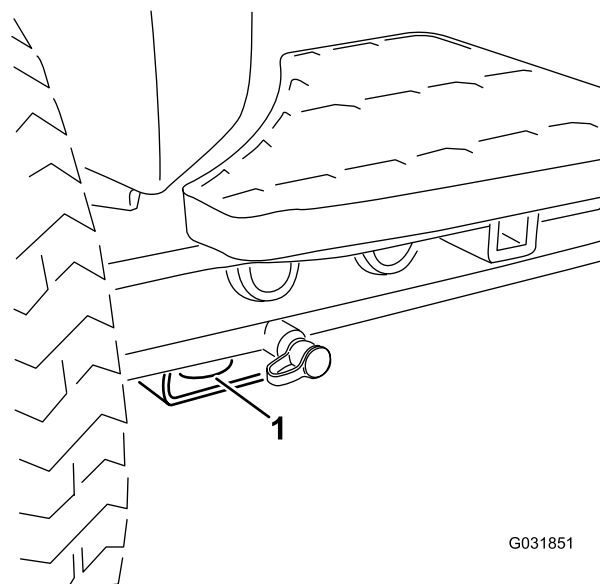

Figura 38
- Dianteira – o orifício na pastilha retangular, por baixo do tubo do eixo, dentro de cada pneu dianteiro (Figura 38)